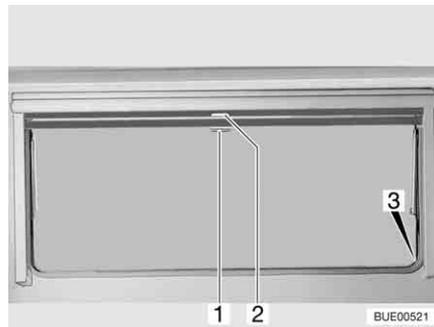

Fig. 58 Finestra apribile
Chiusura: ■ Tirare verso il basso l'oscurante a rullo accompagnandolo con la maniglia (Fig. 58,2). Quando si chiude completamente l'oscurante a rullo esso va agganciato da entrambi i lati al telaio della finestra nell'apposito elemento di fissaggio (Fig. 58,3).
Apertura: ■ Quando l'oscurante a rullo è completamente chiuso: Spingere la maniglia (Fig. 58,2) verso il basso tirandola leggermente verso l'interno. Sganciare l'oscurante a rullo dagli elementi di fissaggio a destra e a sinistra del telaio della finestra.
■ Quando l'oscurante a rullo si trova in posizione intermedia: Tirare la maniglia (Fig. 58,2) leggermente verso il basso finché l'elemento di fissaggio non si è sganciato.
Chiusura: ■ Tirare la maniglia (Fig. 58,1) della zanzariera a rullo verso il basso e agganciarla all'elemento di fissaggio (Fig. 58,3) su entrambi i lati del telaio della finestra.
- Spingere la maniglia (Fig. 58,1) verso il basso tirandola leggermente verso l'interno. Sganciare la zanzariera a rullo dagli elementi di fissaggio a destra e a sinistra del telaio della finestra.